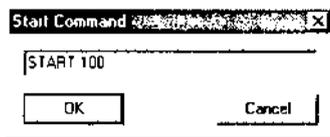

Рисунок 8. Диалоговое окно Start Command
2. щелкните по пункту START. Появится диалоговое окно Start Command (рис. 8);